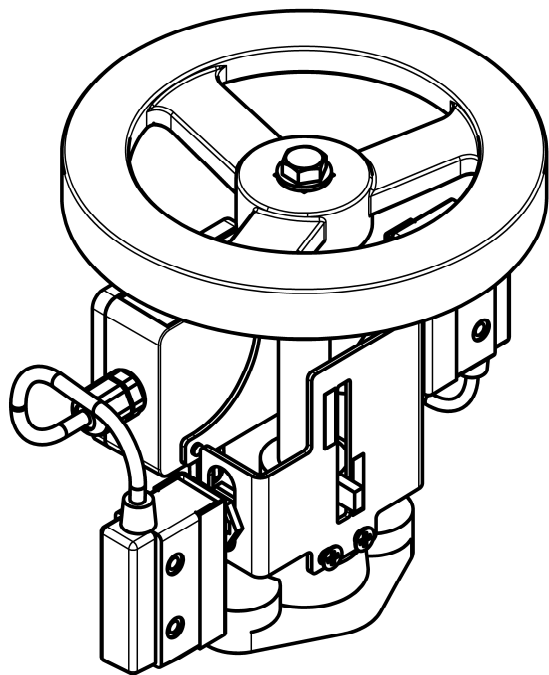

Рисунок 1 – Состояние задвижки «Закрыто»
4.2 При нахождении кронштейна 6 в промежуточном положении (между положениями «Закрыто» – «Открыто») оба датчика УКПЗА 5 находятся в выключенном состоянии. При нахождении кронштейна в крайних положениях («Закрыто» или «Открыто») он располагается возле одного из датчиков (рисунок 1). Как только кронштейн подходит к датчику, формируется сигнал о положении задвижки «Закрыто» или «Открыто».